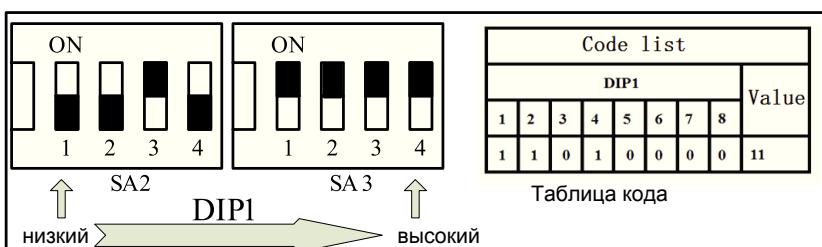

Рис. 6.44
d) Пример настройки адреса 11 (рис. 6.44)